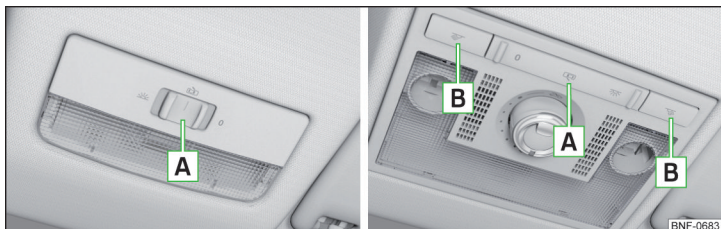

Fig. 45 Lămpile interioare: Varianta 1/varianta 2
**Pozițiile comutatorului de lumini** **A** » fig. 45
**Activare/dezactivare (prin apăsarea comutatorului corespunzător** **B**) » fig. 45